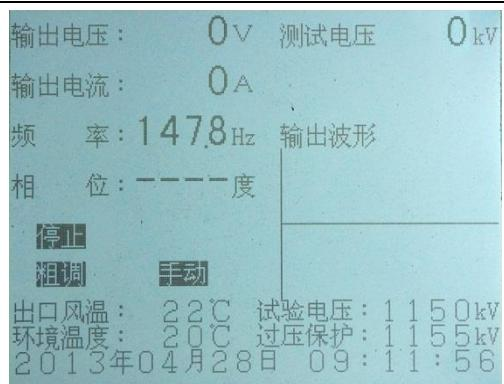

图 18 HMCXZW 型变频电源装置工作界
6.6.3.3 当高压测量连接时则自动进入工作界面 2，见图 18。